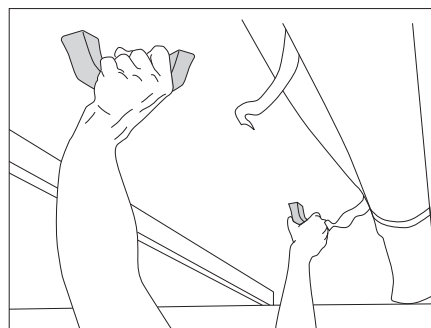

Fig. 6 Sollevamento del tetto sollevabile
- Spingere il tetto sollevabile verso l'alto con ambedue le mani (Fig. 6).